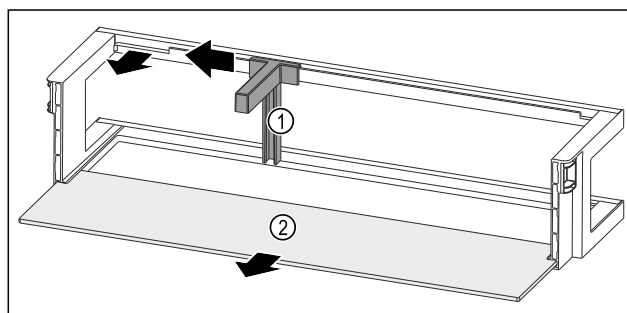

Fig. 89 Dørhylde med flaskeholder og hylde
- ▶ Skub flaskeholderen Fig. 89 (1) til siden indtil udsparringen.
- ▶ Tag flaskeholderen Fig. 89 (1) ud.
- ▶ Tag hylde Fig. 89 (2) ud.